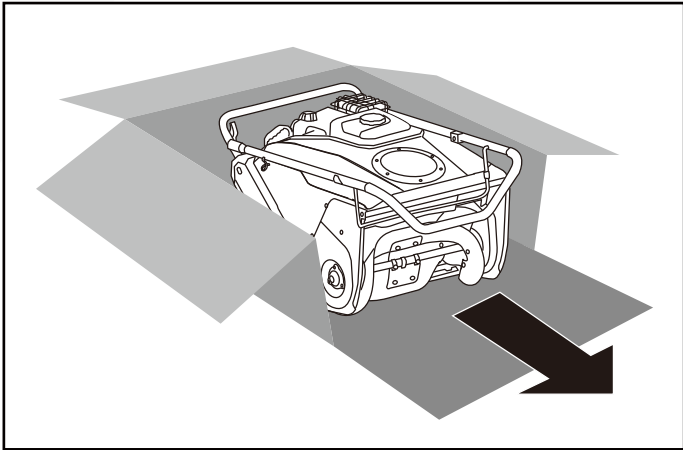

Fig.1
- 4. Saque el quitanieves de la caja. (Fig.1)